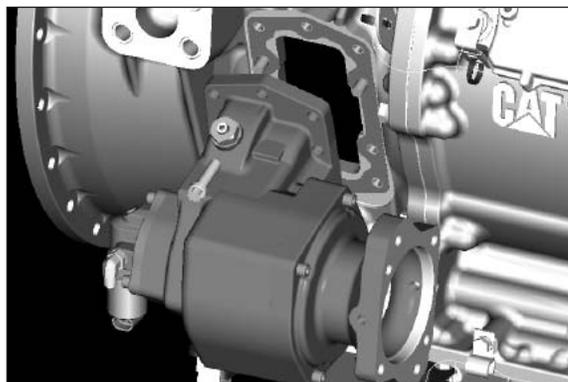

Fig. 5
5. Posizionare la presa di forza e fissarla con la vite a esagono incassato fornita (**fig. 5**).